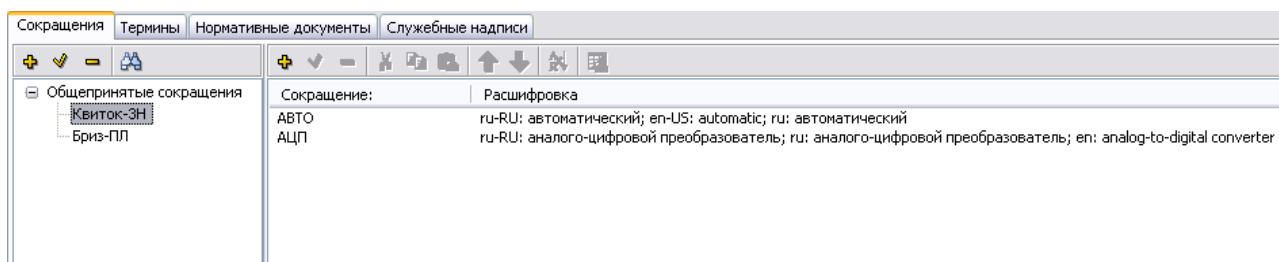

Рисунок 151
4) Введите следующее сокращение. В правом окне редактора появится список введенных сокращений (рисунок 151).